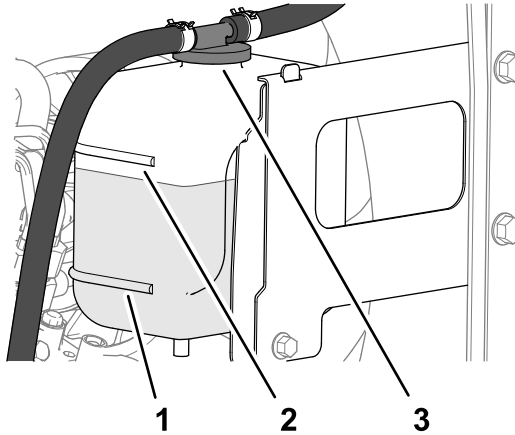

Figure 99
- Vérifiez le niveau du liquide de refroidissement dans le vase d'expansion (Figure 99).